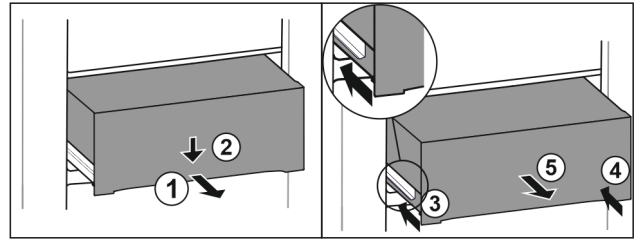

Fig. 151
- ▶ Tõmmake sahtel pooleldi välja. Fig. 151 (1)
- ▶ Vajutage sahtlit esiküljelt allapoole. Fig. 151 (2)
- ▶ Lükake vasakut siini 2 cm sisse. Fig. 151 (3)
- ▶ Lükake paremat siini 2 cm sisse. Fig. 151 (4)
- ▶ Võtke sahtel ettepoole välja. Fig. 151 (5)